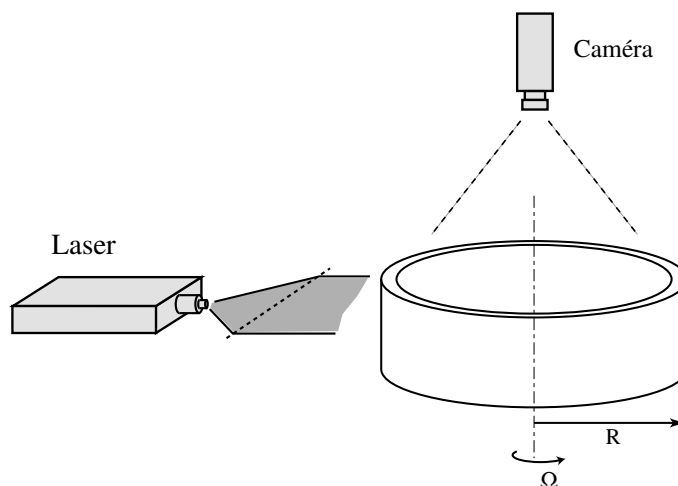

Figure 3: Cuve cylindrique en rotation et dispositif de PIV.
1. **Mesures par PIV.** On dispose d'une caméra 1024×1024 pixels, située sur l'axe et filmant le plan à angle droit (figure 3). Le champ visualisé par la caméra est un carré de 40×40 cm dans lequel s'inscrit exactement la circonférence de la cuve. L'écoulement est ensemencé de particules, éclairées par une nappe Laser horizontale, d'épaisseur $w = 1$ mm. Le calcul de PIV opère sur des fenêtres de taille constante 16×16 pixels (pas de raffinement itératif).